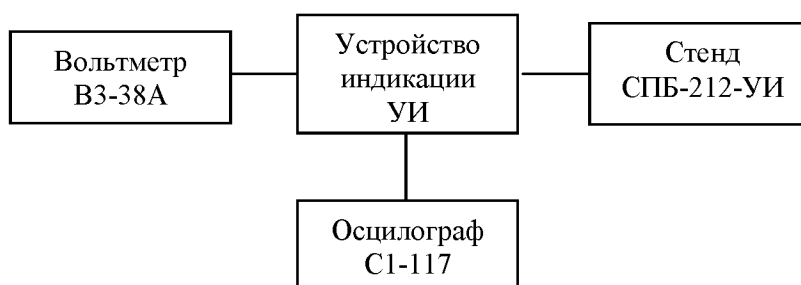

Рисунок 1.
7.1. Подключить проверяемый блок УИ согласно рис. 1.
Подключить проверяемое устройство индикации согласно рис. 1. Открутить 4 винта крышки УИ по периметру корпуса УИ и с помощью отвертки отделить ее от корпуса. Обеспечить электрическое соединение платы преобразователя с остальной частью блока при помощи кабеля N18, входящих в комплект стенда КПС-РВ-1М.